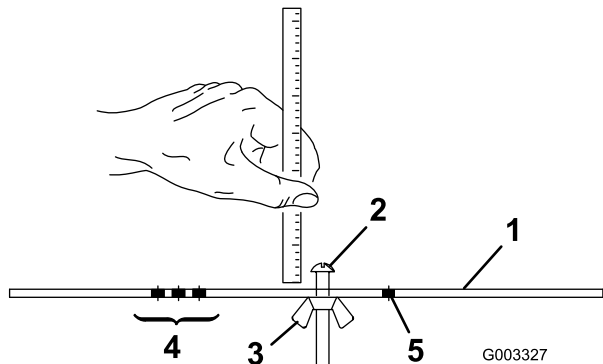

Figura 17
- 2. Allentate il dado sulla barra di riferimento (Figura 17) e regolate la vite di regolazione secondo l'altezza di taglio desiderata. La distanza tra l'estremità inferiore della testa della vite e la parte frontale della barra corrisponde all'altezza di taglio.